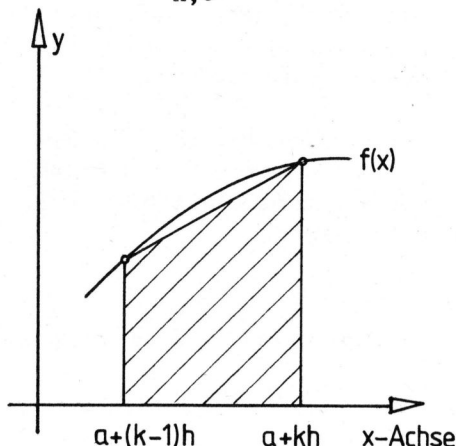

Abb.1a
a) Man bildet ein Trapez der (horizontalen) Höhe  $h$ , dessen (vertikale) Basesseiten  $f(a+(k-1)h)$  und  $f(a+kh)$  sind. (Abb. 1a). Dieses Verfahren bezeichnet man als Trapezregel. Formel 1.